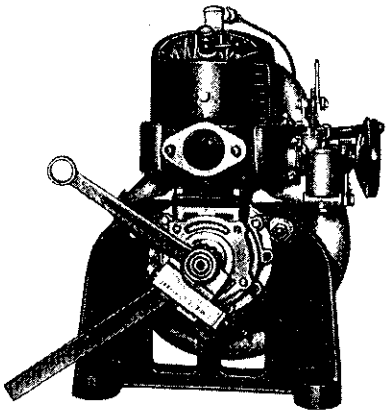

Bild 29. Spezialgegenhalter ansetzen und Mutter lösen
11. Spezialgegenhalter am Abtriebsrad ansetzen und Mutter lösen (Bild 29). Spezialgegenhalter 308-00.02-21.2 W 18